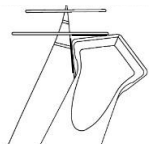

Figur 3
2. Vri justeringshjulet ett trinn mot klokken retning (se figur 3).